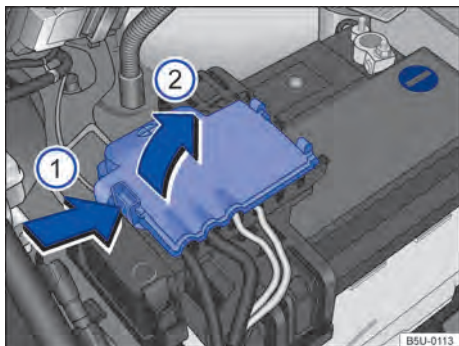

Fig. 197 Compartimento do motor: acesso ao terminal positivo da bateria.
- Abrir a cobertura do polo positivo. Para abrir pressionar a trava no sentido da seta → Fig. 197 ①, rebater a cobertura para o lado no sentido da seta ②.